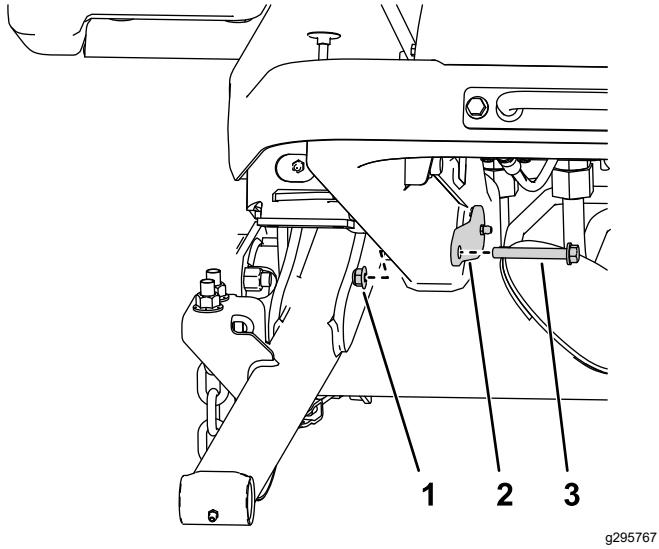

Bild 6
4. Verwenden Sie zwei Muttern ($\frac{3}{8}$ ") und zwei Schrauben ($\frac{3}{8}$ " x $2\frac{3}{4}$ "), um die großen Stifte am Rahmen zu befestigen (Bild 6).